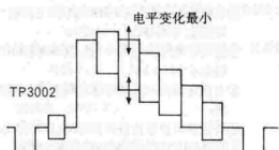

图15
②以SP方式录制NTSC制彩条信号;
③将4.43NTSC方式重放刚录制的磁带,并置录像机为静像状态;
④将示波器连接到TP3002;
⑤调节VR3802,使彩条信号的电平变化最小,如图15所示。